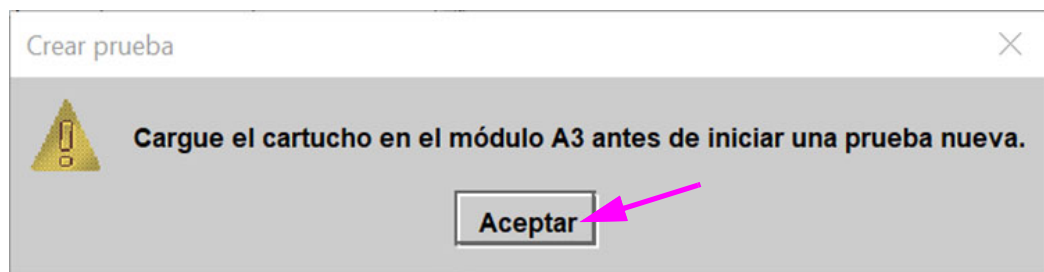

Figura 5-30. Cuadro de diálogo Cargar cartucho
Cuando se haya introducido toda la información de la prueba en el flujo de trabajo correspondiente, aparecerá una pantalla de aviso con instrucciones para cargar el cartucho en un módulo específico (consulte la figura 5-30). Haga clic en **Aceptar (OK)** para aceptar este mensaje.